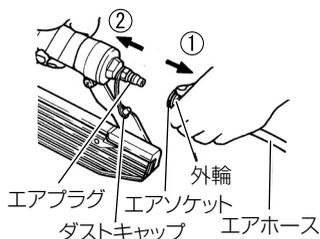

図 4
本機にエアホースを接続する場合はエアプラグからダストキャップをはずし、図 4 のように、①エアソケットの外輪を引き、②エアソケットをエアプラグにしっかりとさし込んでエアホースを接続します。